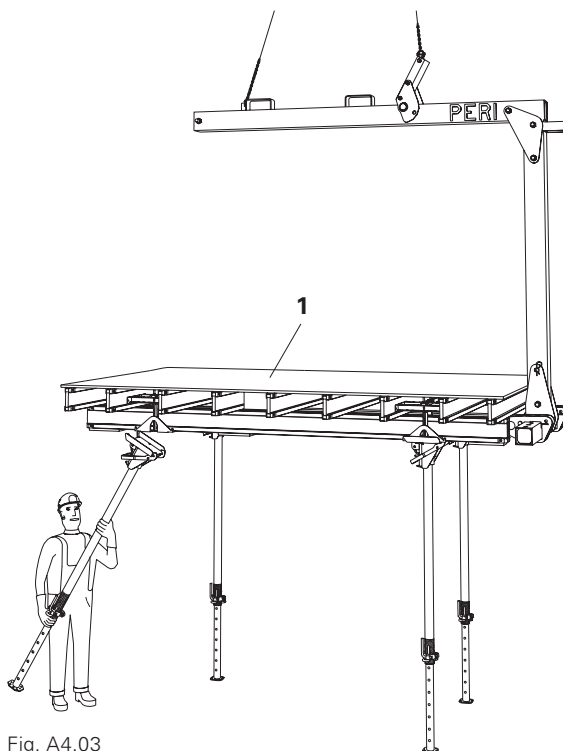

Fig. A4.03
4. Montare allo stesso modo gli altri puntelli. (Fig. A4.03 + A4.04)